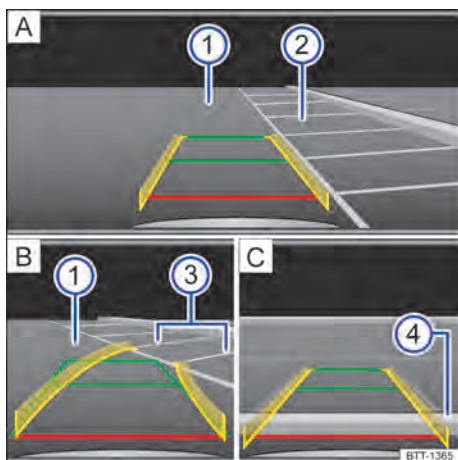

Fig. 149 Exibição do tela do sistema Infotainment: estacionar com a câmera de marcha à ré, modo 1.
Legenda para Fig. 149:
- Posicionar o veículo na frente da vaga de estacionamento → Fig. 149 ② A.
- Dirigir de modo que as linhas amarelas ③ conduzam à vaga de estacionamento B. As linhas verdes e amarelas devem coincidir com as linhas de limitação laterais ③.
- Quando a linha vermelha atingir a limitação traseira ④ C, parar.